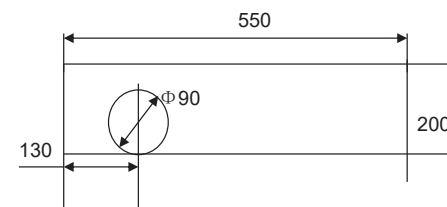

fig. 1
- 3.2.4 Après avoir déballé l'appareil, placez le duromètre à l'horizontale sur un établi stable, dont la planéité ne doit pas dépasser 1 mm/m. Dans le même temps, percez un trou à l'endroit approprié de l'établi (Figure 1), afin que la vis de levage puisse fonctionner normalement. Il est recommandé que la hauteur de l'établi soit d'environ 500 mm.